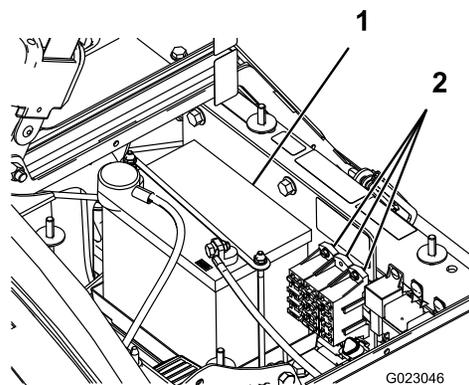

図 32
全部で2本のヒューズブロックを使用し、1本の未使用スロットがあります。ヒューズは運転席下に取り付けてあります(図 32)。
2. バッテリーは、機体右側、ポンプの後ろにある（図 32）。
5. バッテリーリテーナと固定金具を外す（図 32）。
2. バッテリー押さえを元通りに取り付ける（図 32）。
4. バッテリーカバーを元どおりに取り付けノブで固定する（図 32）。
1. バッテリーボックスのノブ（図 32）をゆるめ、カバーを外す。